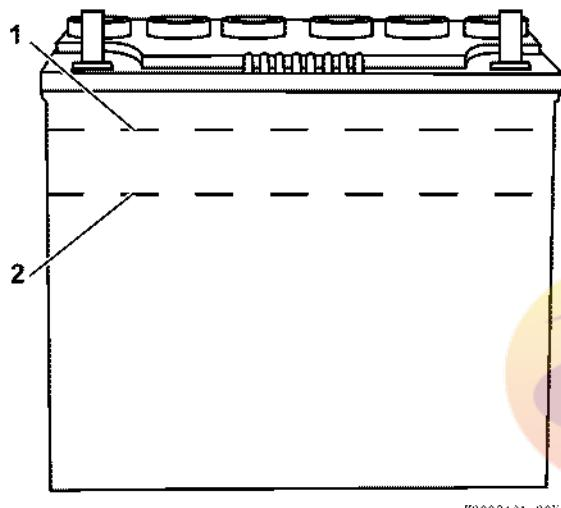

Рис. 41
- Когда количество электролита приближается к нижнему уровню (Рис. 41, (2)), снимите крышки и долейте дистиллированной воды, так чтобы уровень жидкости в аккумуляторе достигал верхнего уровня (Рис. 41, (1)). Если использовать аккумулятор, когда в нем недостаточное количество электролита, срок службы аккумулятора сокращается, аккумулятор может перегреться и взорваться. В летний период проверяйте уровень электролита чаще, чем указано в руководстве.